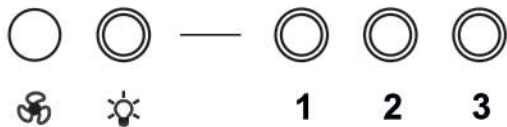

РИС. 10
7.2.1 Кнопочный переключатель (рис. 10) с лампой индикации имеет четыре кнопки с фиксацией.